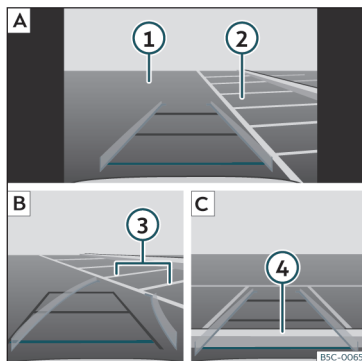

Fig. 196 Visualizzazione sul display del sistema infotainment: parcheggiare con l'assistente alla retromarcia.
Legenda della **fig. 196**:
- Posizionare il veicolo davanti all'area di parcheggio >>> **fig. 196 2 A**.